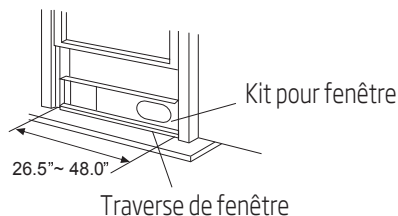

Fig. 9
2. Fixez le kit coulissant pour fenêtre sur la traverse de la fenêtre. Ajustez la longueur du kit coulissant pour fenêtre en fonction de la largeur de la fenêtre ; raccourcissez le kit réglable pour fenêtre si la largeur de ladite fenêtre est inférieure à 67,5 cm. Levez la guillotine et placez le kit coulissant pour fenêtre sur la traverse de la fenêtre. Fig. 9